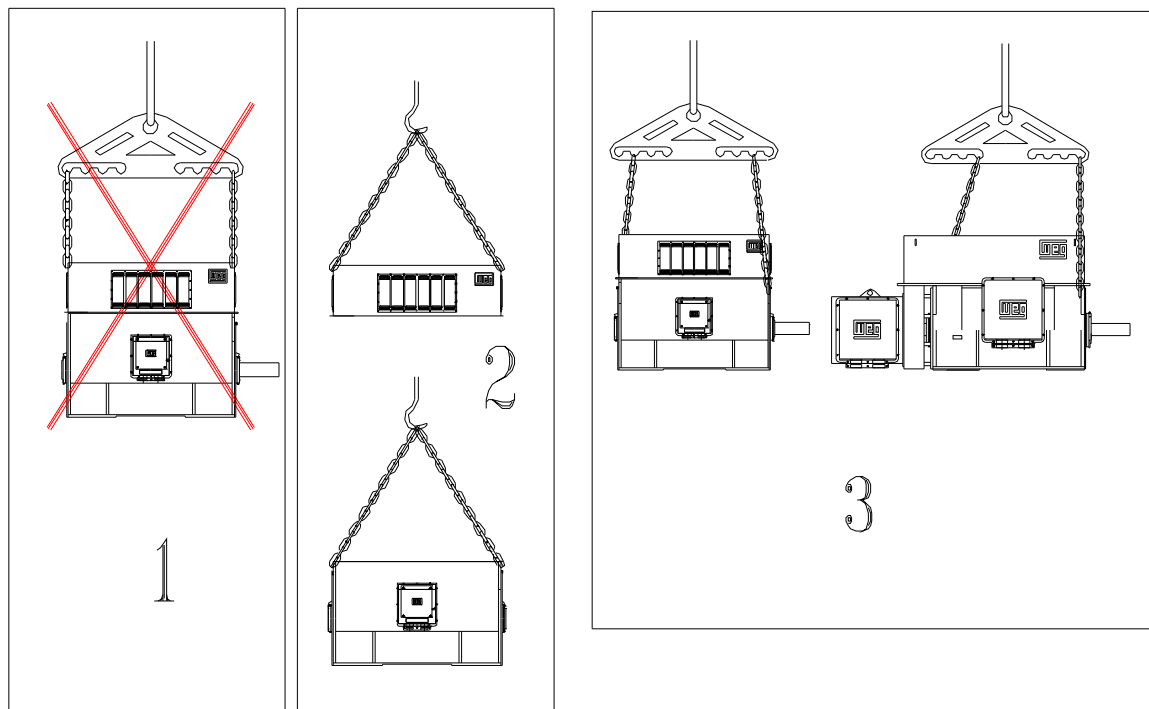

Figura 3.1: Manipulación de motores
3. En el caso de que el centro de gravedad no esté perfectamente en el centro de los cáncamos de izamiento, utilizar una de las formas mostradas en el ítem 3 de la Figura 3.1.